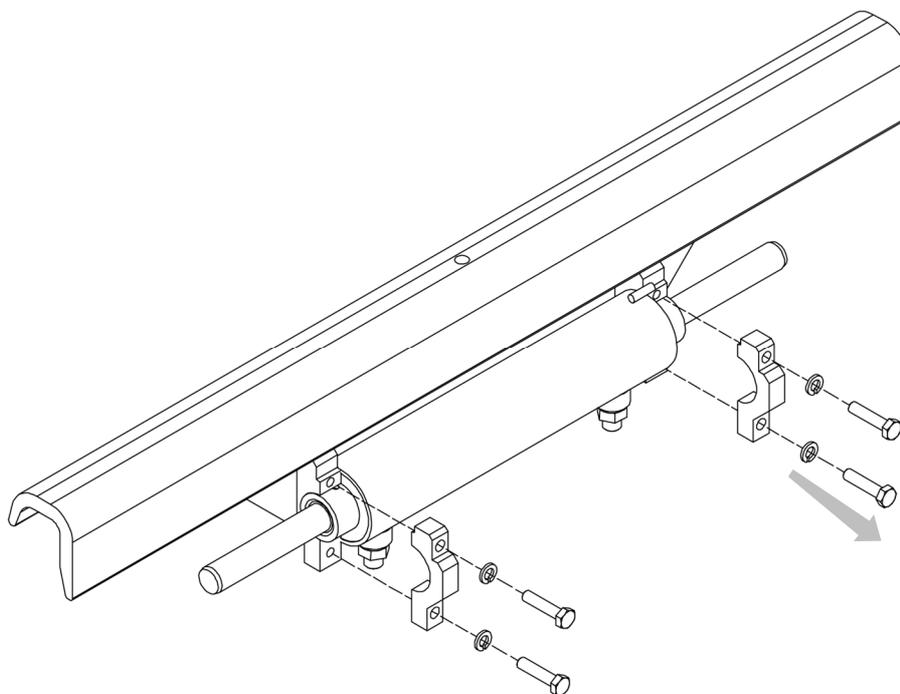

Figure 24
4. Prendre comme référence la *Figure 24*.